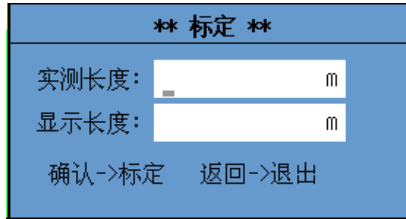

图 3.10 提升距离标定
- 12、 标定：在自动测桩过程中，用于标定仪器测试的距离和实际提升的距离之间的误差。单、双通道超声仪中此功能无效，只有在自动测桩仪中有此功能，用户在此出按下确认键，弹出图 3.10 所示的标定对话框，用户可以输入实际提升的距离和